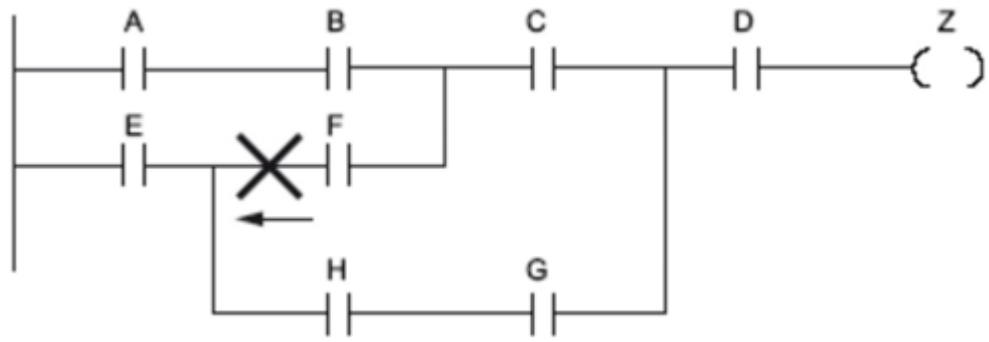

Рис.3 Неправильное соединение
- Вы не можете создавать разветвления, которые могут привести к изменению направления потока сигнала (рис.3).